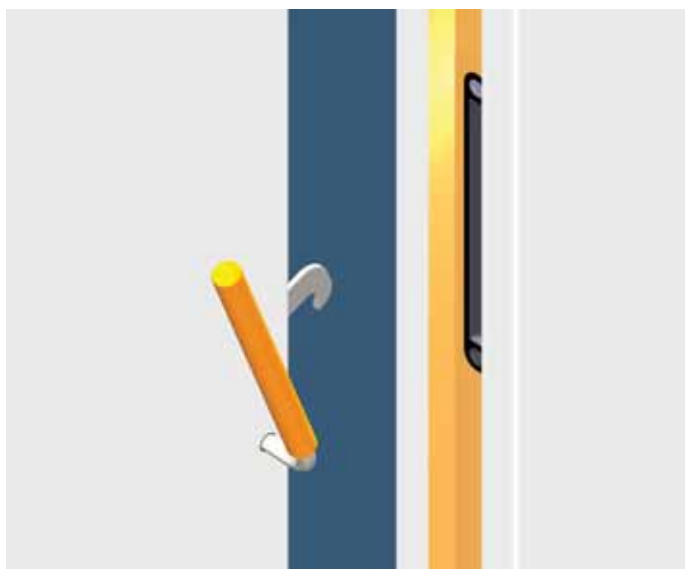

Bild 2. Das Elementschloss
Bringen Sie die Verpackung so nah wie möglich zum endgültigen Standort der Zelle und beginnen Sie dort mit dem Aufbau. Benutzen Sie beim Auspacken korrektes Werkzeug und Handschuhe. Achten Sie darauf, dass der Untergrund am Standort eben ist, gegebenenfalls sind Unebenheiten z.B. mit Schiftholz auszugleichen. Machen Sie sich vor Beginn des eigentlichen Aufbaus mit der Funktion der Elementschlösser, sogenannte Anker, vertraut. Durch Drehen des mitgelieferten Imbus-Schlüssels kommt die Zunge des Schlosses heraus und durch Weiterdrehen wird das Schloss festgezogen. Durch Drehen in die entgegengesetzte Richtung kehrt das Schloss wieder in die Ausgangsposition zurück. Das Elementschloss auf die ursprüngliche Position zurückbringen (Abb.2). Es wird empfohlen, die Fugen zwischen dem Kühlzellenboden und dem Boden der Baustelle mit Silikon zu abdichten. So wird eine zusätzliche Feuchtigkeitsbildung auf der Naht verhindert. Dieses gilt auch für die Sockelleisten einer Kühlzelle ohne Boden. Achten Sie bitte darauf, dass die Bodenbelastung des Aufstellortes dem Eigengewicht der Zelle und der in der Zelle gelagerten Waren entspricht und keine Verformungen entstehen können.
Die Steuereinheit ist mit einer Schraube am Maschinenelement befestigt (1). Entfernen der Schraube und Platzieren die Steuereinheit entsprechend Bild 2.